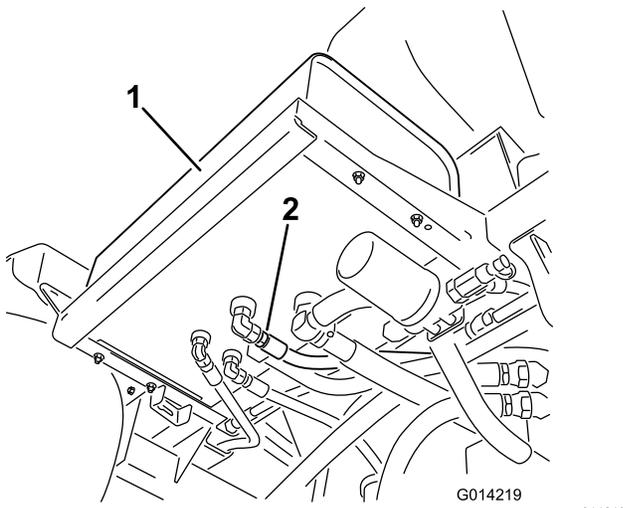

Рисунок 101
2. Очистите зону вокруг штуцера гидравлического шланга в нижней части гидравлического бака (Рисунок 101).
4. Снимите штуцер шланга с бака и дайте рабочей жидкости стечь в поддон (Рисунок 101).